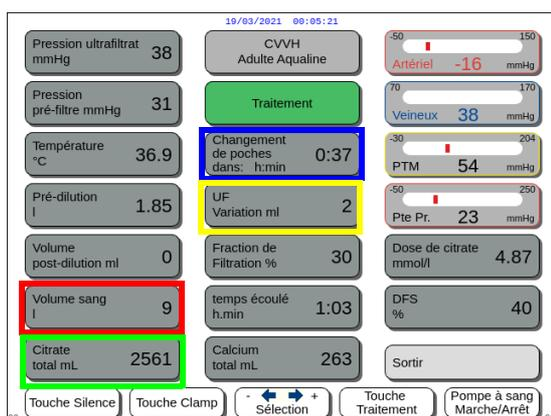

Fig. 169
- *Volume sanguin (l)* (encadré rouge Fig. 169)
- *Volume total de citrate (ml)* (encadré vert Fig. 169)
- *Changement de poches dans (h:min)* (encadré bleu Fig. 169)
- *Variation de l'UF (ml)* (encadré jaune Fig. 169)